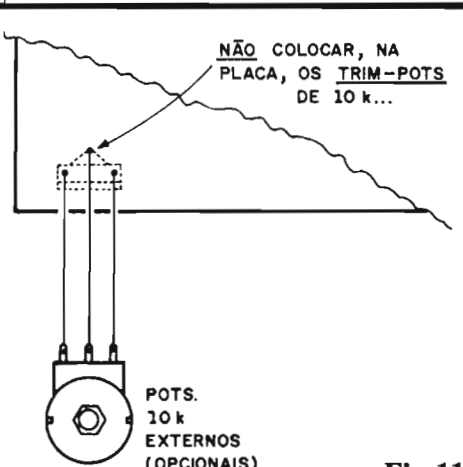

Fig.11
- FIG. 11 - ANEXAÇÃO (OPCIONAL) DE POTENCIÔMETROS DE CONTROLE DE NÍVEL AO VUS...
- Para tornar mais confortáveis os eventuais ajustes "finos" ou momentâneos de nível (sensibilidade de Entrada) para o VUS, o Hobbysta poderá optar pela substituição dos originais **trim-pots** de 10K por potenciômetro (de idêntico valor), ligados aos convenientes pontos da placa "A" via pedaços de fio flexível isolado (cabinho de ligação...), conforme ilustra a figura... Nesse caso, certamente, os referidos **trim-pots** devem ser "desprezados" (não precisarão ser adquiridos, nem - obviamente - soldados à placa...). Os dois potenciômetros poderão ter seus eixos/**knobs** presentes no painel frontal final do VUS (rever fig. 9), sob o **display** ou ao lado deste... Com tal disposição, mesmo que o volume final do equipamento de áudio seja sensivelmente modificado, sempre haverá uma possibilidade de re-ajuste fácil na sensibilidade do VUS, capaz de gerar imagens interessantes na sua "tela"... Quanto aos **trim-pots** de pré-ajuste (4K7), como se tratam de configuradores de equilíbrio interno do circuito, na prática não existe a conveniência de substituí-los por potenciômetros de acionamento externo... No entanto, se o Leitor/Hobbysta for do tipo que adora fazer constantes "ajustes finos" no desempenho dos circuitos, nada impede que estes também sejam "trocados" por potenciômetros, ligados à placa nos mesmos moldes indicados na fig. 11...